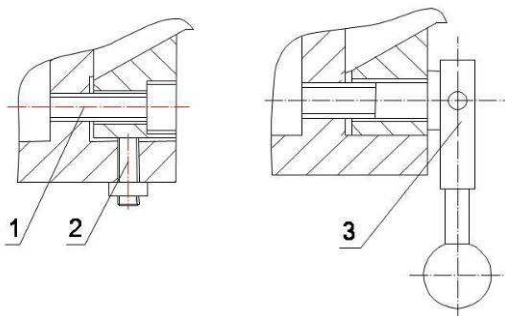

Рис.10
7.1.3 Регулировка зазора между консолью стола и стойкой (Рис.10).